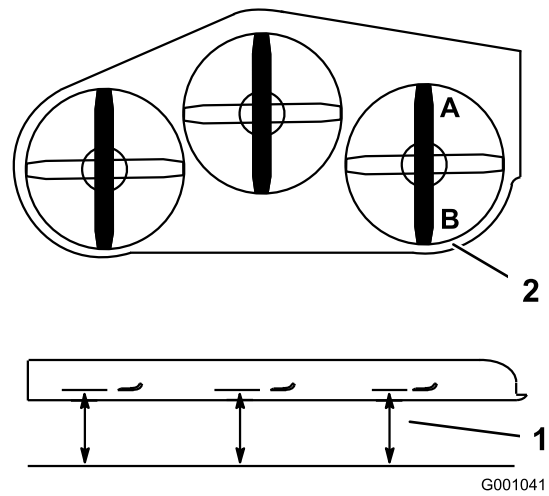

Figure 93
2. Tournez 1 lame dans le sens longitudinal. Mesurez la distance aux points A et B entre une surface plane et le bord coupant des pointes des lames (Figure 93).